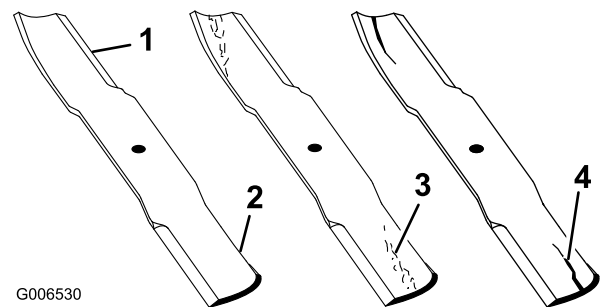

Figure 49
- Examinez le tranchant des lames (Figure 49). Si les lames ne sont pas tranchantes ou si elles présentent des indentations, déposez-les et aiguisiez-les. Voir Aiguisage des lames.
- Inspectez les lames, surtout la partie relevée (Figure 49). Remplacez immédiatement toute lame usée ou qui présente une fissure ou une entaille (repère 3. de la Figure 49).